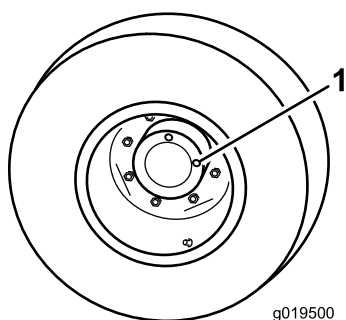

Figura 66
1. Com a máquina numa superfície plana, posicione a roda de forma a que 1 tampão de verificação (Figura 66) fique na posição das 12 horas e o outro na das 3 horas.
2. Retire o tampão da posição das 3 horas (Figura 66).